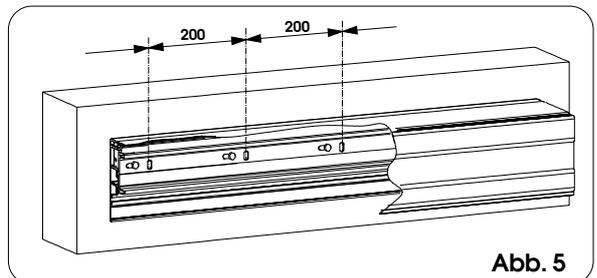

Abb. 5
• Den zusammengebauten Querträger (unter Verwendung von Schrauben M8 und den entsprechenden Dübeln) anfänglich entsprechend der vertikalen Langlöcher an den Enden befestigen und parallel zum Untergrund ausnivellieren. Die Befestigung in der Mitte ausführen, indem der Träger angehoben wird, um die drei Befestigungsstellen auszurichten. Die Befestigung jeweils im Abstand von 20 cm in den vertikalen Langlöchern vornehmen, wie aus Abb. 5 hervorgeht.